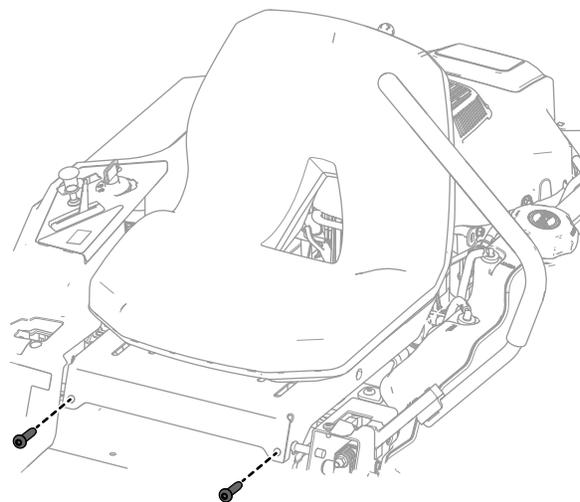

Figura 3
5. Togliete i 2 bulloni che fissano il gruppo sedile esistente sull'asta di rotazione (Figura 3).